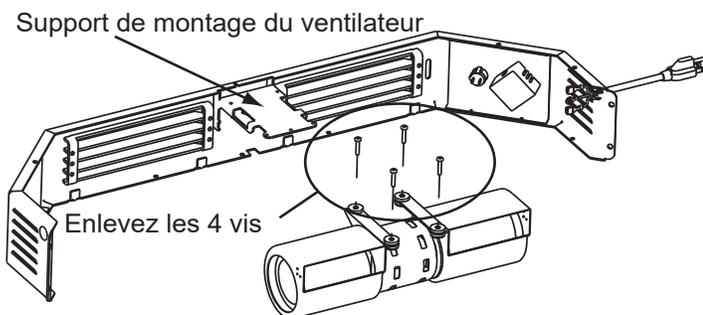

Figure 26.3
4. Retirez les 4 vis de montage du ventilateur avec un tournevis à tête cruciforme. Glissez le ventilateur du support de montage du ventilateur (**Figure 26.3**).